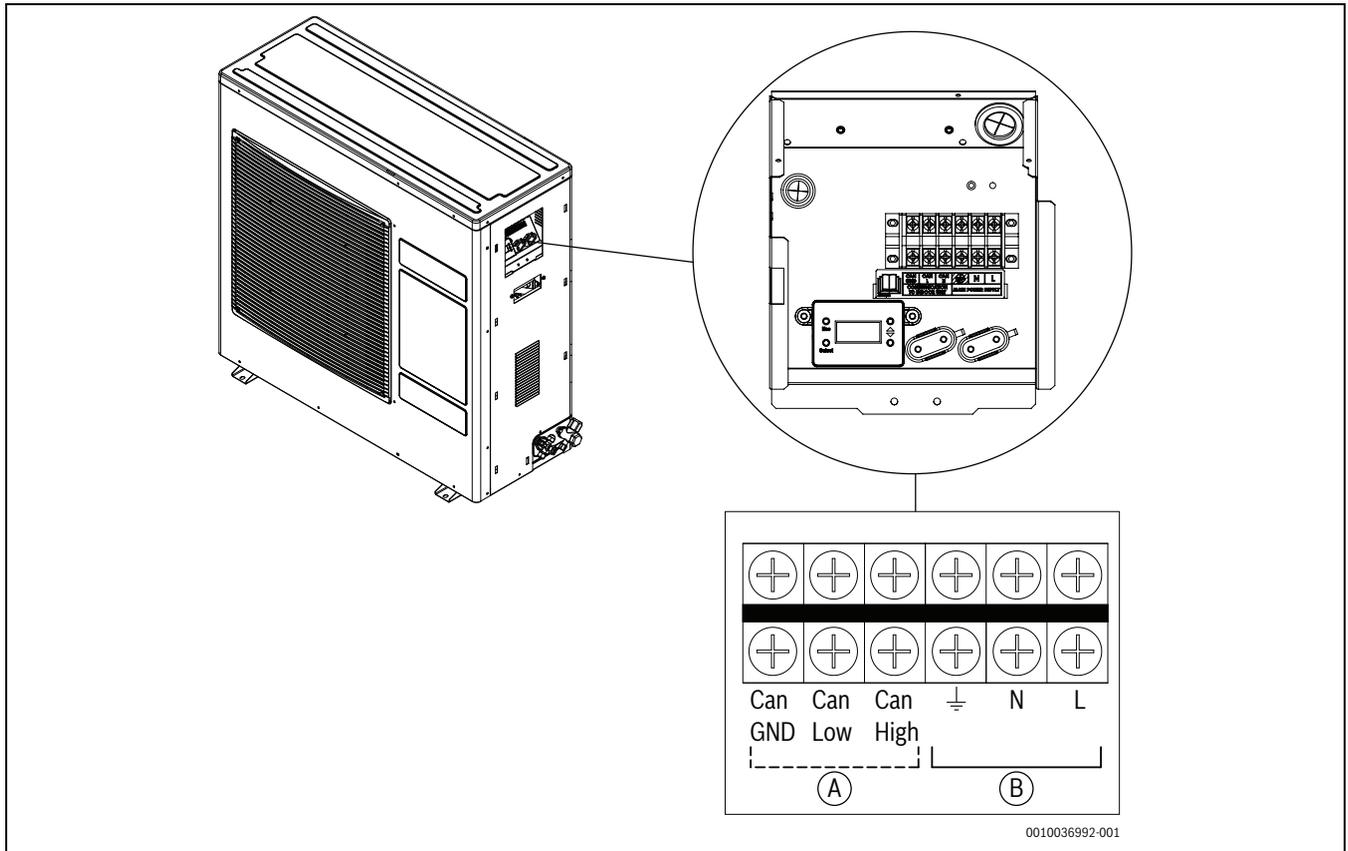

Fig. 19 Raccordements des câbles
4. Brancher le câble de communication entre les unités extérieure et intérieure (fig 19 [A]). L'extrémité du câble de communication qui est connectée à l'unité intérieure doit être blindée.
5. Raccorder une extrémité de l'alimentation électrique à l'unité extérieure (fig. 19 [B]) et l'autre extrémité au tableau de distribution sec-teur.